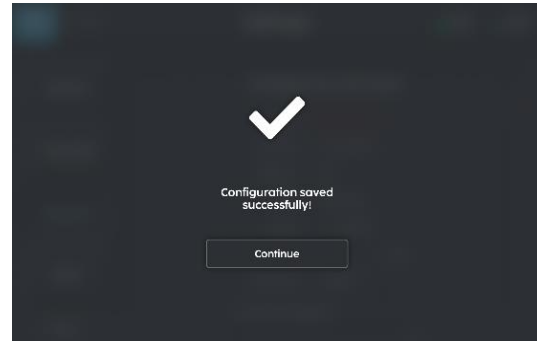

FIGURE 6-9
2. Un message indiquant "Configuration enregistrée avec succès" s'affichera (Fig. 6-9).